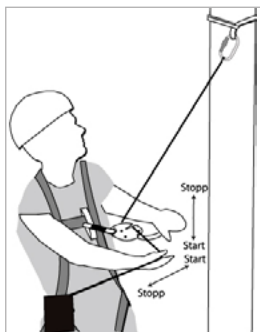

Fig 4, sml-21
6. Start nedfiringen med Smartline (fig 4);